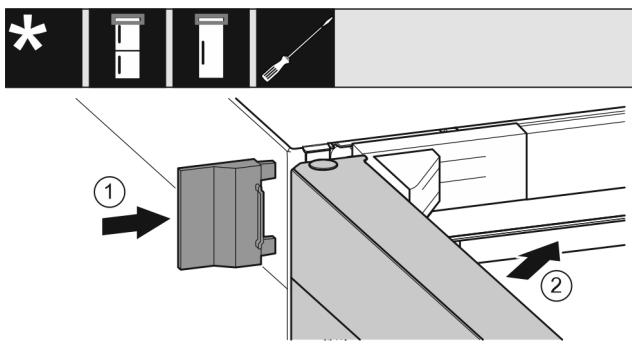

Fig. 24
- Äußere Abdeckung Fig. 24 (1) aufschieben.
► Obere Tür Fig. 24 (2) schließen.